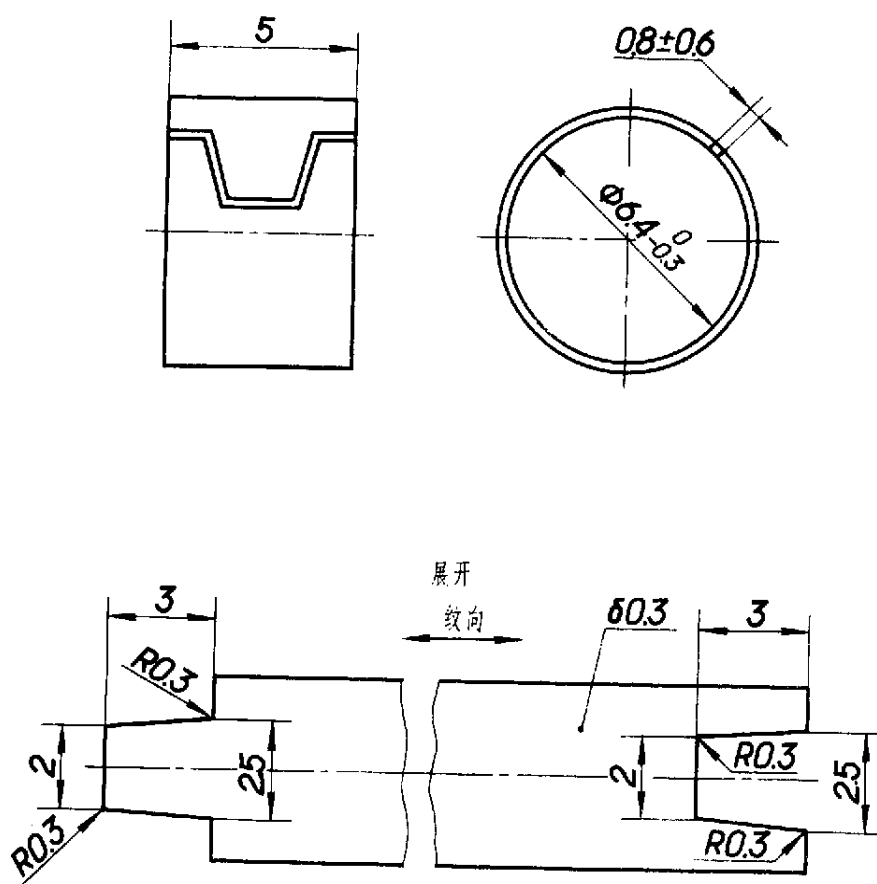

图 51
5.2 对于凸轮的曲面（或曲线）和处在曲面上的某些结构，其尺寸可标注在展开图上（图51、52）。